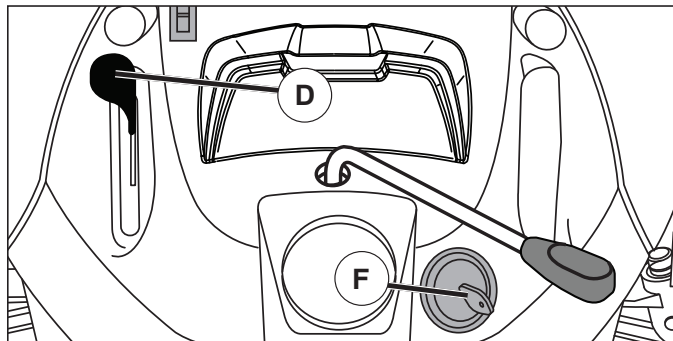

Fig. 6
PARA USAR EL CONTROL DE LA ACELERACIÓN (D) (VEA FIG. 6)